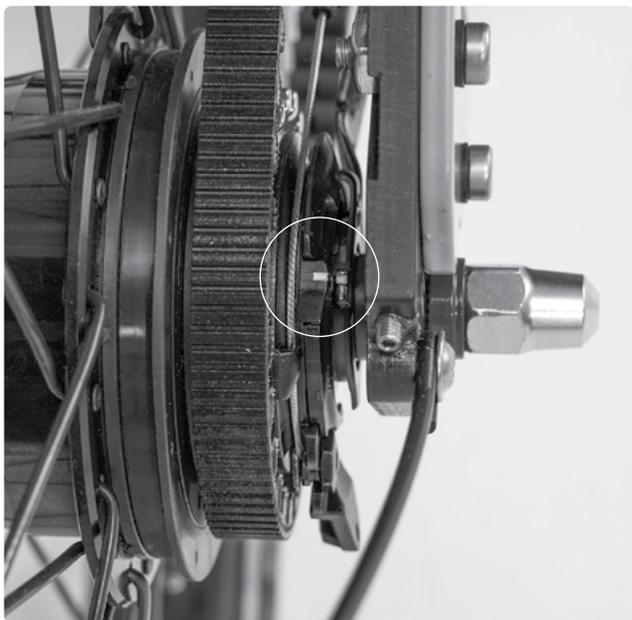

FIG. 47
- 3 Smettere di girare quando le due tacche gialle sono di nuovo alla stessa altezza (fig. 47).